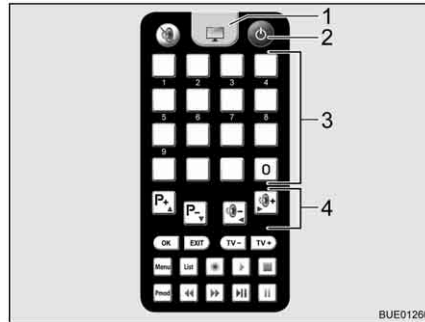

Fig. 32 Telecomando
- Premere il tasto "⏻" (Fig. 32,2) sul telecomando. L'antenna satellitare si riposiziona sulla modalità di ricerca dalla posizione di sosta. Quando l'impianto trova il satellite viene emesso un segnale acustico.
- Regolare l'emittente desiderata con i tasti memoria (Fig. 32,3) o i tasti funzione (Fig. 32,4).